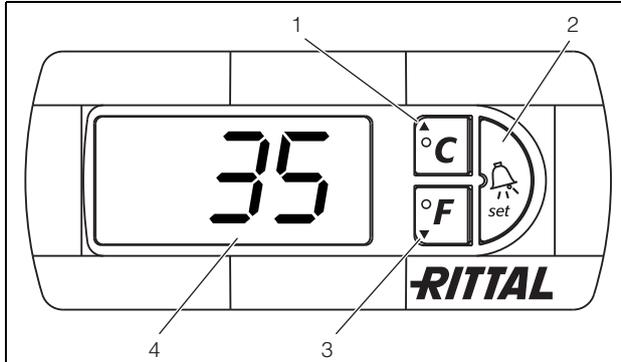

Abb. 24: e-Comfortcontroller
Der e-Comfortcontroller verfügt über eine 7-Segment-Anzeige (Abb. 24, Nr. 4). Auf ihr wird nach dem Einschalten der Stromversorgung zunächst für ca. 2 Sek. die aktuelle Software-Version sowie der aktivierte Eco-Mode angezeigt. Danach eine voreingestellte Option (z. B. t10) bzw. die Temperatur. Im normalen Betrieb stellt die Anzeige sowohl die Temperatur (in Grad Celsius oder Grad Fahrenheit umschaltbar) als auch Störungsmeldungen dar. Die aktuelle Schaltschrank-Innentemperatur wird normalerweise permanent angezeigt. Bei Auftreten einer Störungsmeldung erscheint diese im Wechsel mit der Temperaturanzeige.
Die Programmierung des Gerätes nehmen Sie über die Tasten 1 – 3 (Abb. 24) vor. Die Parameter dazu erscheinen ebenfalls in der Anzeige.
- Drücken Sie gleichzeitig die Tasten 1 und 2 (Abb. 24) für min. 5 Sek.
Mit den Tasten 1, 2 und 3 (Abb. 24) können Sie 24 Parameter innerhalb der vorgegebenen Bereiche (Min.-Wert, Max.-Wert) verändern.